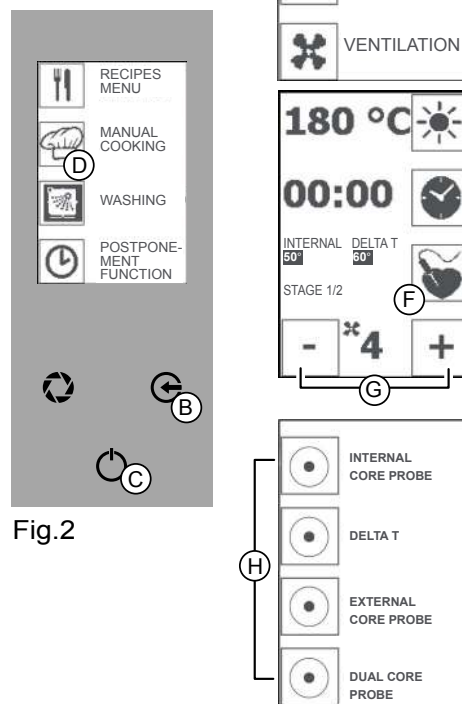

Fig.2
2. Fermer la porte du four, appuyer sur l'icône « GO! » et appuyer sur l'icône « CUISSON MANUELLE » (Fig 2/D). Sélectionner une modalité de cuisson (Fig.2/E).
3. Appuyer sur l'icône « SONDE AU CŒUR » (Fig 2/F) et l'icône « SONDE AU CŒUR INT ou EXT » (Fig 2/H). Appuyer sur l'icône « SONDE AU CŒUR » (Fig 2/F) et avec les icônes « MOINS » et « PLUS » (Fig 2/G) régler la température de la sonde au cœur. Appuyer sur l'icône « SONDE AU CŒUR » (Fig 2/F) pour confirmer.
Appuyer sur la touche « ENVOI » (Fig 2/C) pour lancer la cuisson.
Appuyer sur la touche « ENVOI » (Fig. 2/C) et appuyer plusieurs fois sur la touche « ESC » (Fig.2/B) pour revenir à la page-écran initiale.
3. Appuyer sur l'icône « SONDE AU CŒUR » (Fig 2/F) et l'icône « DELTA T » (Fig 2/H) Appuyer sur l'icône « SONDE AU CŒUR » (Fig 2/F) et avec les icônes « MOINS » et « PLUS » (Fig 2/G) régler la température de la sonde. Appuyer sur l'icône « SONDE AU CŒUR » (Fig 2/H) et avec les icônes « MOINS » et « PLUS » (Fig 2/G) régler la différence constante de température entre la chambre de cuisson et la sonde au cœur (comprise entre 20° et 120°). Appuyer sur l'icône « SONDE AU CŒUR » (Fig 2/H) pour confirmer.
Enfoncer la touche « ENVOI » (Fig 2/A) pour démarrer la cuisson.
Appuyer sur la touche « ENVOI » (Fig 2/A) pour arrêter la fonction et appuyer plusieurs fois sur la touche « ESC » (Fig 2/B) pour revenir à l'écran initial.